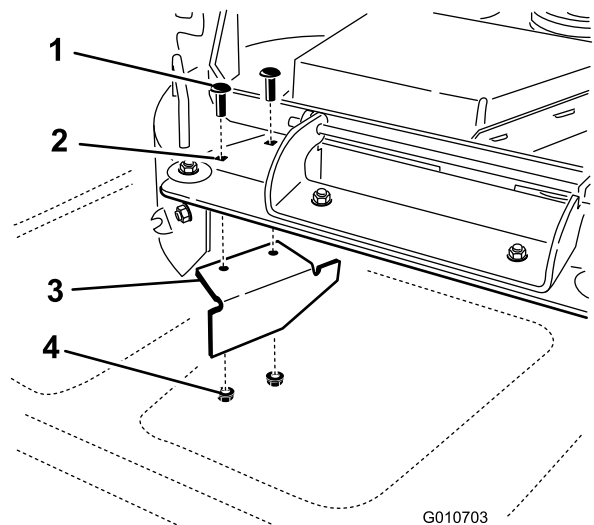

Bild 34
13. Sie finden das Versatzablenkschlech in den losen Teilen. Entfernen Sie die Befestigungen an den hinteren Löchern der Auswurfplatte. Befestigen Sie das Ablenkschlech an der Seitenauswurföffnung am Mähwerk (Bild 34).